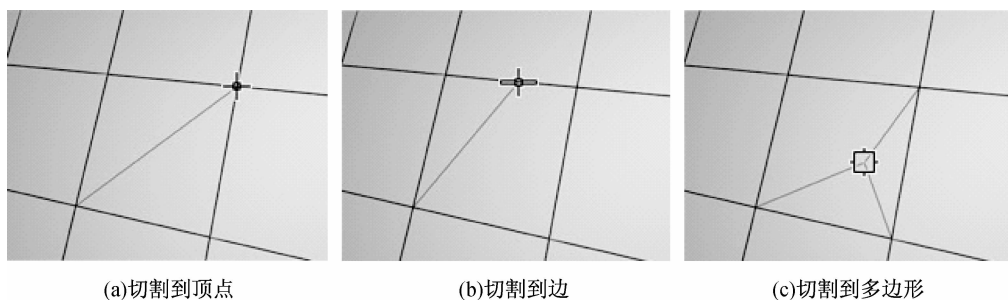

图 5-25 不同的切割样式 ▲
- 切割:用于创建一个多边形到另一个多边形的边,或在多边形内创建边。单击起点,并移动鼠标,然后再单击,以便创建新的连接边。右击一次可以退出当前切割操作,然后可以开始新的切割,或者再次右击退出“切割”模式。切割时,光标图标会变为显示位于其下的子对象的类型,当单击时会对该子对象执行切割操作。图 5-25 显示了不同切割样式的 3 种不同的光标图标。